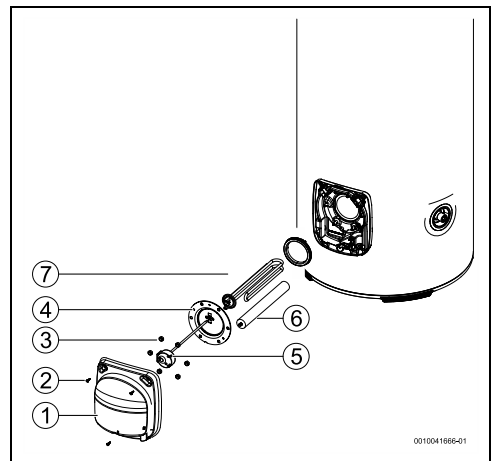

Fig. 8
- ▶ Posicionar o termostato na posição máxima de temperatura, rodar o seletor de temperatura para a esquerda até ao batente (→ Fig. 8)